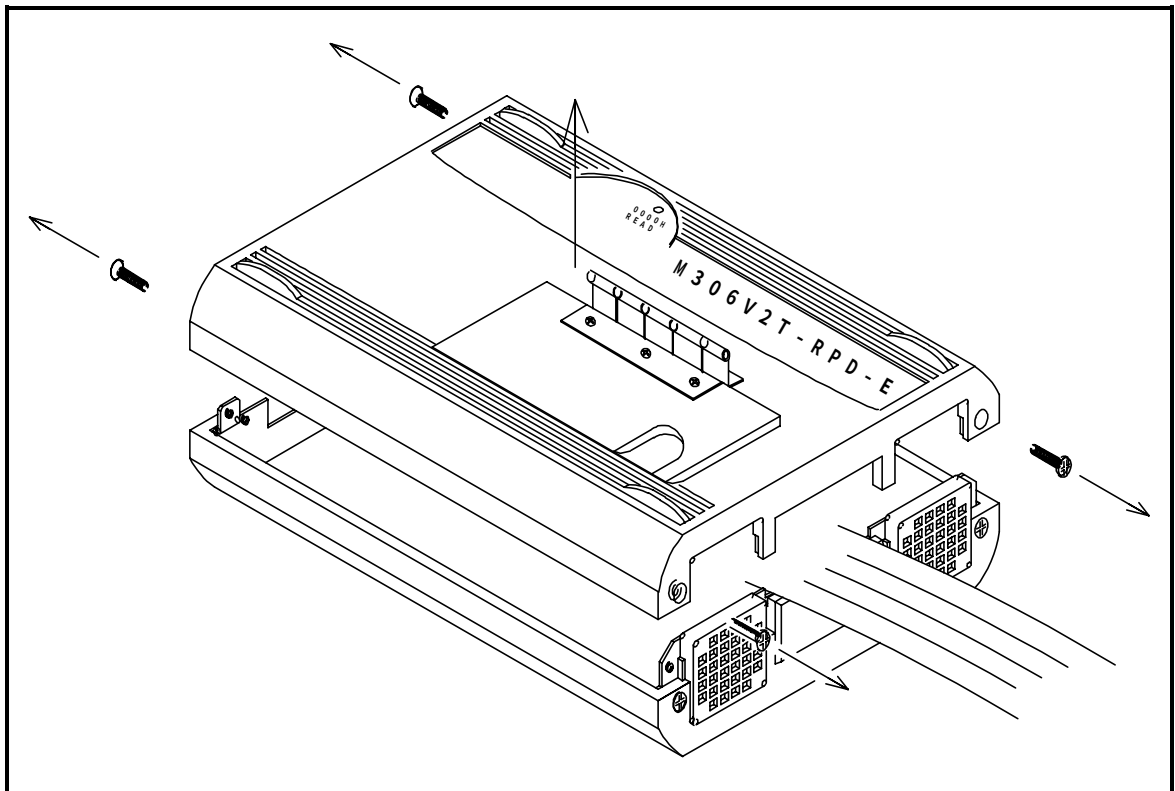

図 3.1 上カバーの取り外し
- ① 本製品の両側面ネジ(4箇所)を外して、上カバーを取り外してください(図 3.1参照)。
- ② 以降の説明にしたがってジャンプスイッチ等を設定してください。
- ③ 上カバーを元通り取り付け、ネジで固定してください。